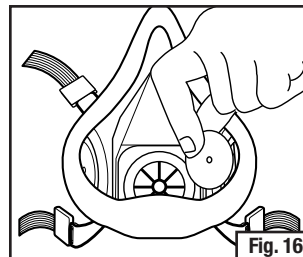

Fig. 16
1. Retire las válvulas de inhalación de la pieza facial (cara completa o media cara) y almacénelas de manera que queden planas (Figs. 16 y 17).